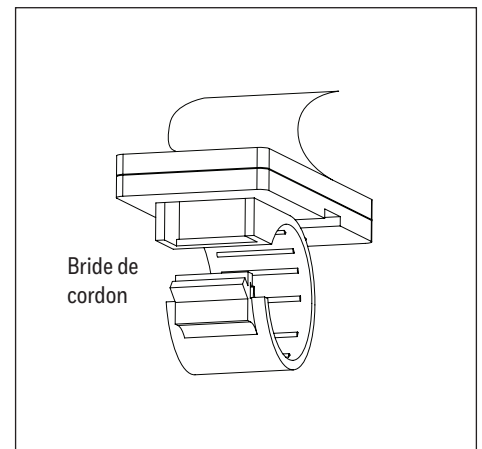

Figure 1.6
6. Utilisez des brides de cordon pour fixer le cordon d'alimentation du ventilateur au plafond de façon à ce qu'il puisse être acheminé à la prise de courant. Retirez la pellicule protectrice du ruban adhésif double face préfixé à l'arrière de chaque bride de cordon (Figure 1.6).